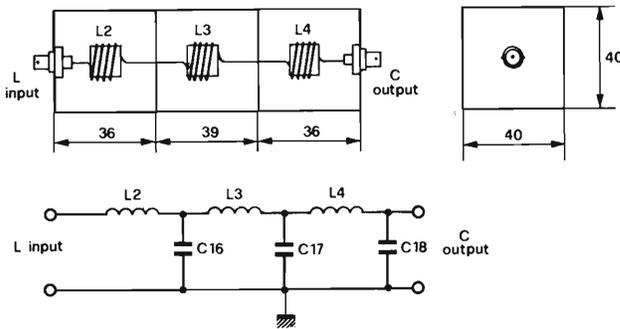
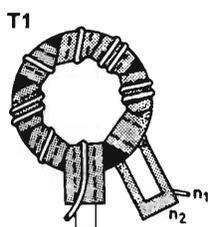

Fig. 16 - Schema elettrico del filtro Chebyshev.
Fig. 17 - Realizzazione pratica del trasformatore T1.
- T1 = Nucleo: toroide in ferroxcube 4C6, diametro esterno 14 mm, diametro interno 9 mm, spessore 5 mm. Per gli avvolgimenti (vedi fig. 17): n 1:20 spire di filo di rame smaltato da 0,6 mm; n 2:4 spire rame/foglio laminato p.t.f.e.; larghezza p.t.f.e. = 4 mm spessore 0,1 mm; larghezza rame 2 mm; spessore 0,075 mm.
La costruzione del filtro Chebyshev impiegante L1, L3 e L4 è riportata in fig. 16. Il filtro è contenuto in una scatola realizzata in circuito stampato rivestito di rame da una sola parte, diviso internamente da 3 compartimenti mediante schermi di circuito stampato con rame da entrambe le parti saldate in "loco" vedi fig. 16: Il massimo v.s.w.r. di ingresso è 1,22 e la perdita di potenza a 28 MHz è 3,7%. Le figure 17, 18, 19 e 20 illustrano rispettivamente il trasformatore T1, il trasformatore T2, il trasformatore T3, la 4) le dimensioni del transistore 585 BLY.